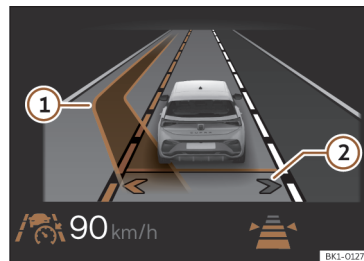

Fig. 128 No ecrã do painel de instrumentos: visualização da mudança de faixa de rodagem assistida (representação esquemática).
Desta forma, ativa-se a mudança de faixa de rodagem assistida. As setas da sua própria faixa no ecrã do painel de instrumentos mostram-se em cinzento >>> **Fig. 128**
Se o sistema não detetou qualquer objeto no campo de deteção do sistema de sensores e é possível uma mudança de faixa de rodagem assistida para uma faixa adjacente, a faixa correspondente é mostrada no ecrã do painel de instrumentos junto à faixa do condutor. A seta do lado da faixa correspondente aparece em branco >>> **Fig. 128** ②.